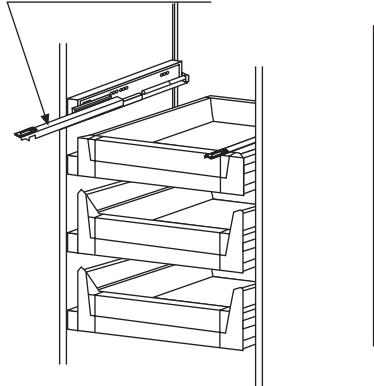

図2
- ・内装引出しレールの上に内装引出しを乗せてください。（図2）